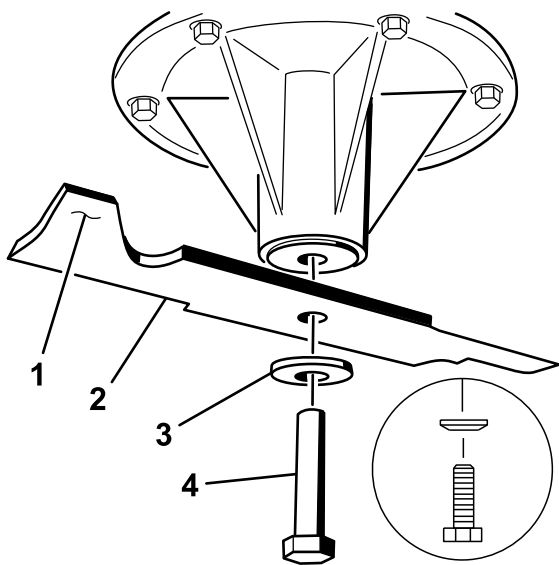

Figura 72
2. Instale la cuchilla en el eje (Figura 72).
3. Instale la arandela curva y el perno de la cuchilla (Figura 72).
**Nota:** El cono de la arandela curva debe estar orientado hacia la cabeza del perno (Figura 72).